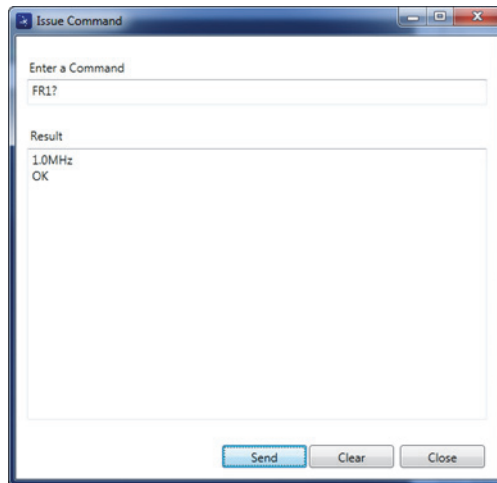

図 6-18 コマンドの発行ダイアログボックス
Issue Command（コマンドの実行）ダイアログボックスが開きます（319 ページの図 6-18 を参照）。
2. Issue Command（コマンドの発行）ダイアログボックスで、コマンドを入力します（319 ページの図 6-18 を参照）。
3. **Issue Command** (コマンドの発行) ダイアログボックスで、**Send** (送信) をクリック入力します (319 ページの図 6-18 を参照)。